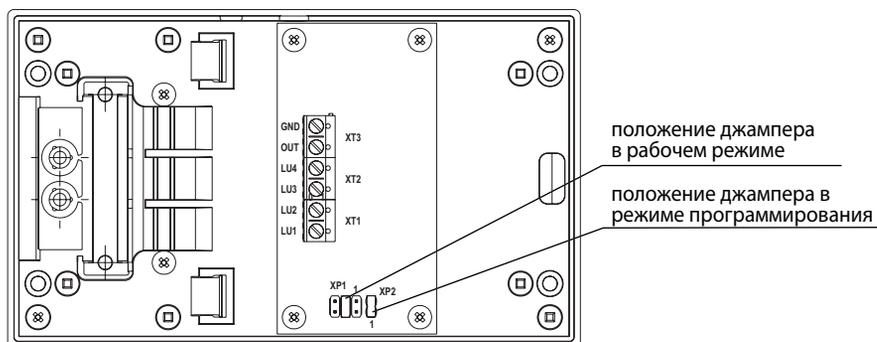

Рис.2 Вид КМ300-4.1 со снятой крышкой
- Возможность установки КМ в рабочий режим или режим программирования с помощью джампера (*см. рис.2*).